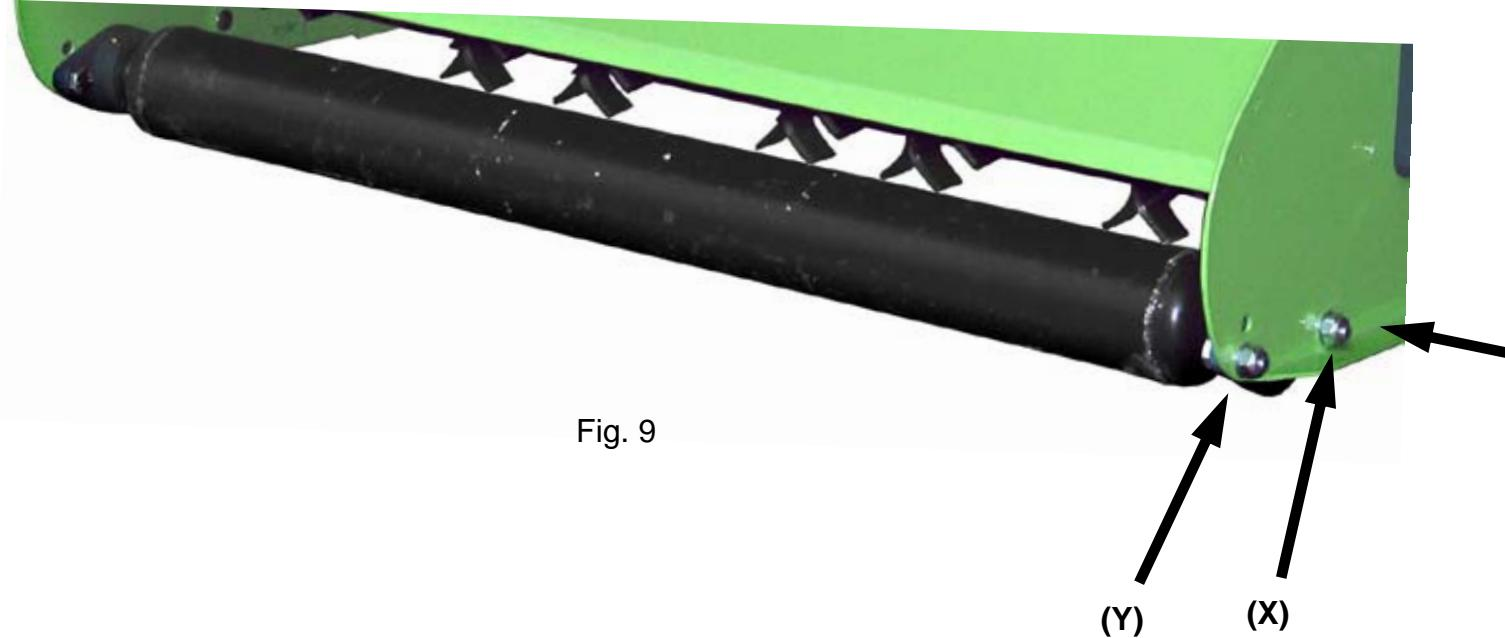

Fig. 9
Om de maaihoogte te regelen past u de steunen van de achterrol aan door de bout (X) los te schroeven en door de bout (Y) een gat te verplaatsen. (Zie Fig. 9)
To adjust height of cut, act on roller nuts, loosen nut (X) and change of one hole the nut (Y) (See Fig. 9)
Le réglage de la hauteur de coupe se fait en agissant sur les roues avant, en augmentant ou en diminuant le nombre de bagues. Voir Fig. 9
Um die Schnitthöhe zu verändern, lockern Sie die Schraube X und setzen Sie die Schraube Y in das andere Loch um (siehe Fig. 9).